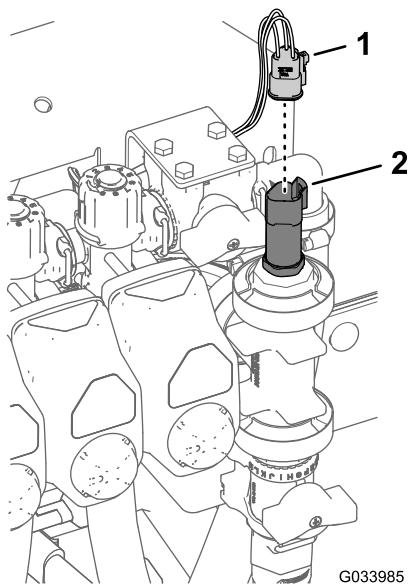

Bild 19
3. Befestigen Sie die Halterung des Regelventils mit den vier Bundbolzen (6 mm x 16 mm) und vier Sicherungsbundmuttern (6 mm) an der Verteilerbefestigung (Bild 19); ziehen Sie die Schrauben mit 10-12 N·m an.
5. Schließen Sie den 3-Buchsen-Stecker für den Druckwandler an (Bild 19).